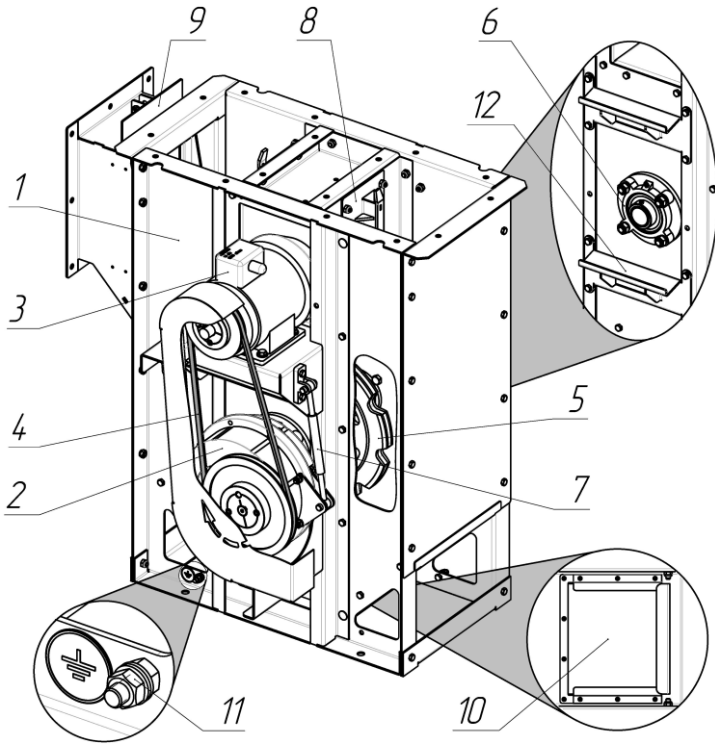

Рис.4 Станция приводная
Станция приводная (рис.4) состоит из корпуса 1, приводной звёздочки 5 и подшипниковых опор 6 и привода. Электродвигатель 3 крепится болтами к площадке корпуса станции. На вал приводной звёздочки смонтирован редуктор 2, который связан с площадкой моментным рычагом 7. От электродвигателя вращение с помощью клиноременной передачи 4 передается на
Внизу корпуса предусмотрен шибер 10 для очистки станции. Место крепления шины заземления 11 указано на рис.4.
- 4) убедиться в наличии заземления. Крепление шины заземления см. на рис.4;